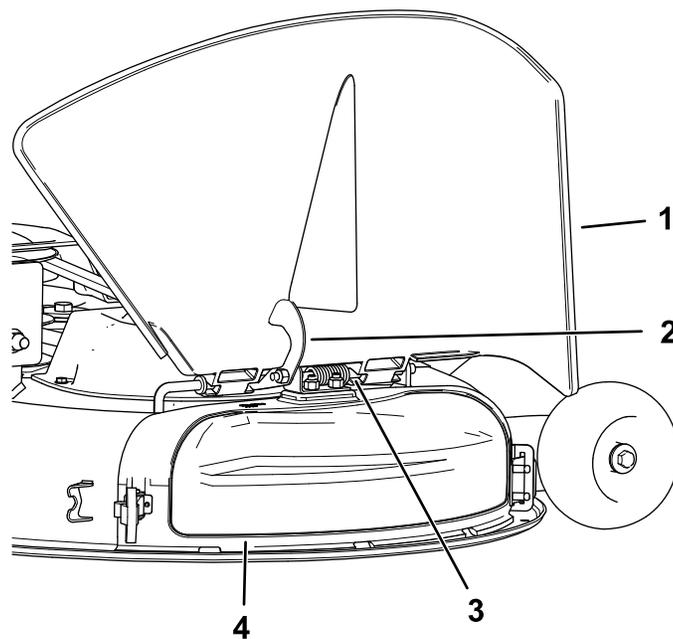

Figura 16
4. Liberare il dispositivo di chiusura a uncino sopra il coperchio dello scarico dall'asta di rotazione (Figura 16).
5. Sopra il coperchio dello scarico, agganciate il dispositivo di chiusura a uncino all'asta di rotazione del gruppo deflettore (**Figura 16**).